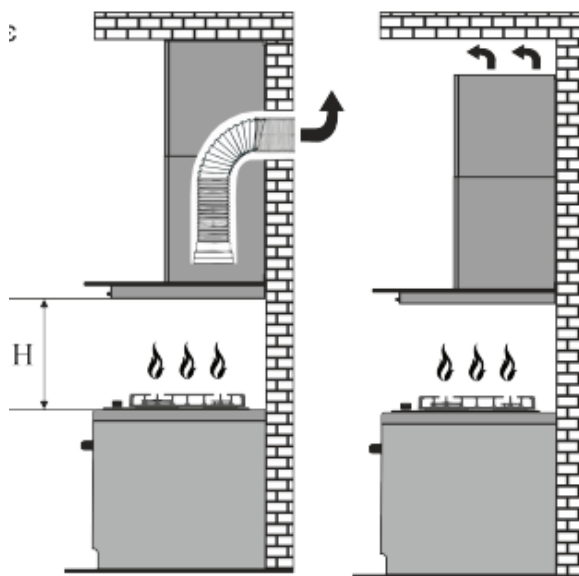

Рис.1
в режимі відводу повітря в стаціонарний вентиляційну шахту (димохід) кухні з використанням гофрованих алюмінієвих або пластикових повітроводів Ø150 x Ø120мм (рис.1);
ВИТЯЖКА МОНТУЄТЬСЯ НАД ЕЛЕКТРОПЛИТАМИ НА ВИСОТІ 650 - 750мм, А НАД ГАЗОВИМИ ПЛИТАМИ НА ВИСОТІ 750 - 850мм ВІД РОБОЧОЇ ПОВЕРХНІ ПЛИТИ (РИС.1).
4.5 При монтажі витяжки на необхідній настановній висоті **H** над плитою (рис.1) для відводу повітря в вентиляційний канал використовувати повітровід **Ø150 x Ø120мм**. Менший діаметр створить додатковий опір повітрю, що призведе до збільшення шуму і вібрації, а також до перегріву двигуна.
5.2 В залежності від схеми установки витяжка працює в двох варіантах (рис.1 / рис.2):